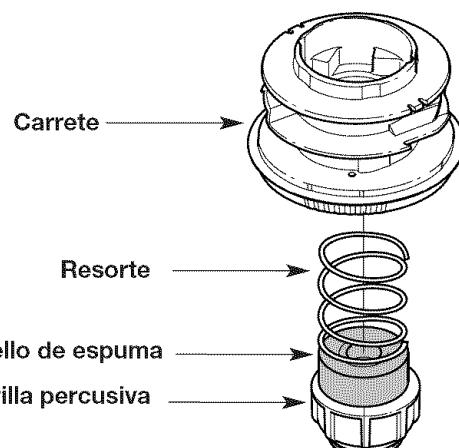

Fig. 21
- Saque la perilla percusiva, el sello de espuma, el resorte, el carrete y la línea de corte del bastidor del carrete (Fig. 21).
- Instale el carrete, el resorte, el sello de espuma y la perilla percusiva en el bastidor del carrete (Fig. 21).